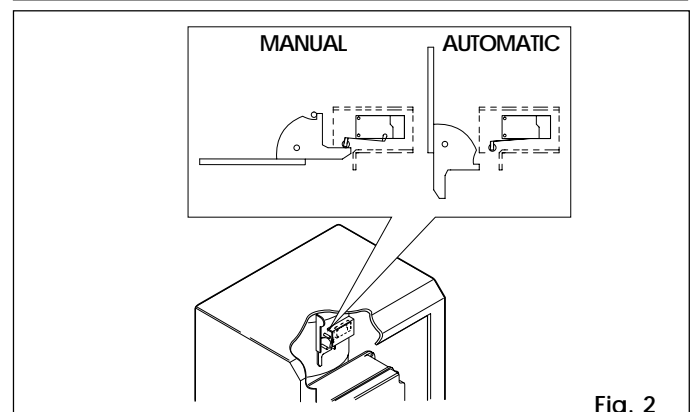

Fig. 2
- Agir sur le levier de déblocage comme indiquée fig. 2.
- Ramener le levier de déblocage dans sa position d'origine (Fig. 2).